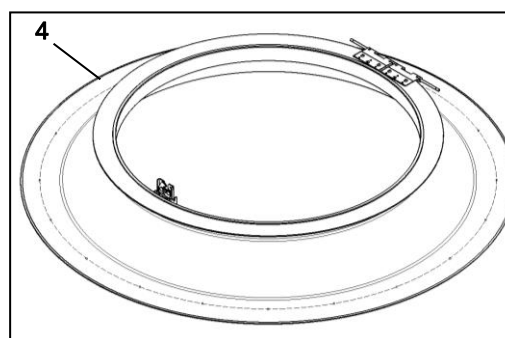

Bild 2: Befestigung Aufsetzkranz
Aufsetzkranz (4) nach den Anforderungen der DIN EN1991 auf der Unterkonstruktion befestigen. Die einzelnen Befestigungspunkte im Abstand von ca. 25 cm setzen (**Bild 2**). Dieses Befestigungsschema ist für den Dachmittbereich ausreichend, in Bereichen mit höheren Soglasten können zusätzliche Maßnahmen erforderlich sein.